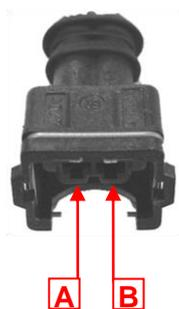

Рис.1
- ✓ **Код SA144** – если плюс бензиновых инжекторов находится на контакте А, а минус на контакте В, как на **рис.1**
- ✓ **Код SA144INV** – если плюс бензиновых инжекторов находится на контакте В, а минус на контакте А, как на **рис.1**